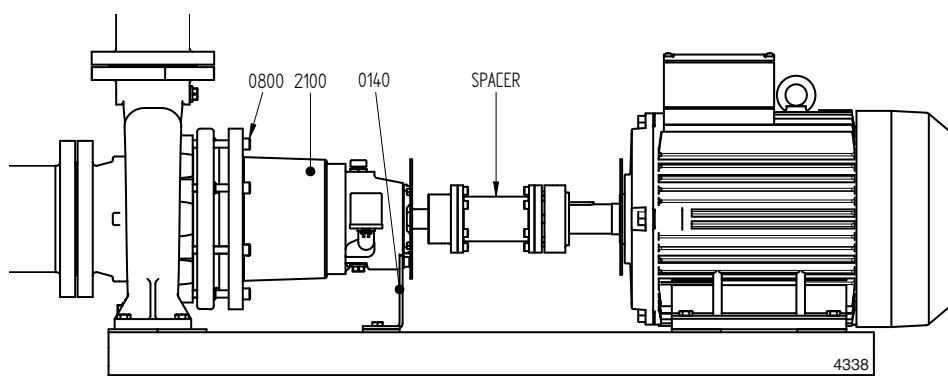

Рисунок 9: Принцип обратного извлечения (система back pull-out)
- 3 Ослабьте опору кронштейна (0140) на опорной плите, см. Рисунок 9.